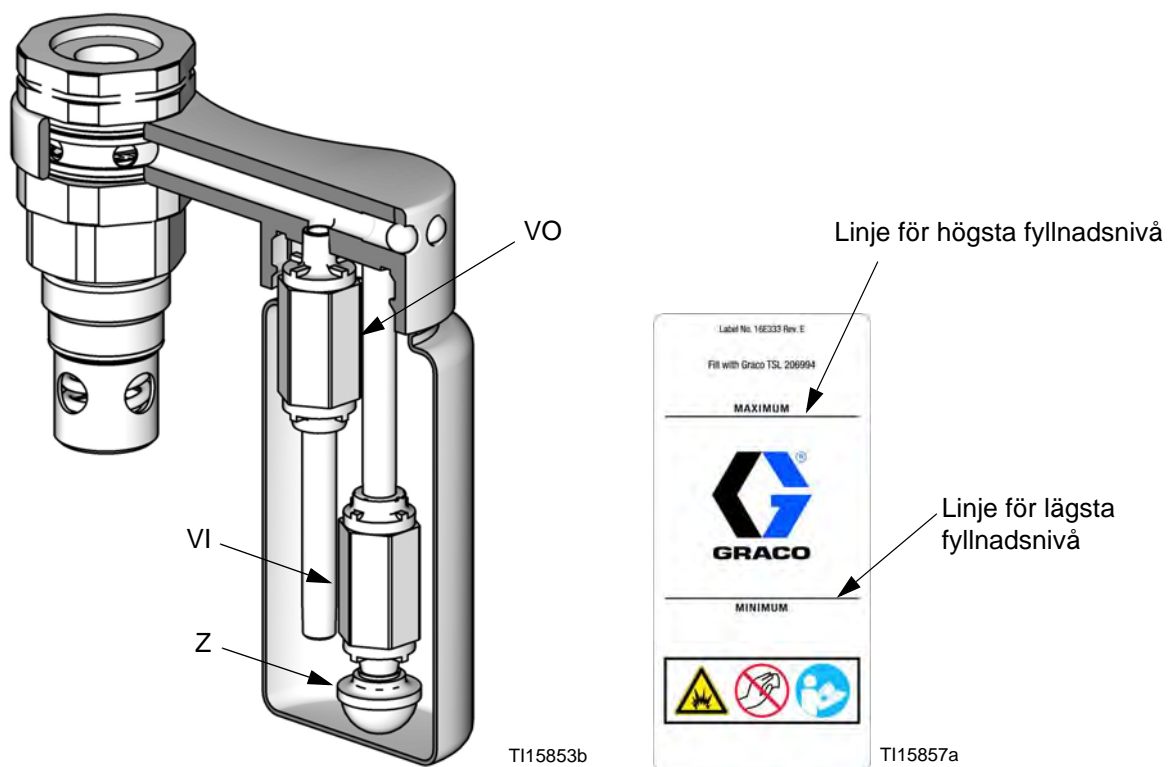

FIG. 3. Snitt av TSL-behållare och påfyllningsledningar
1. Fyll TSL-behållaren till linjen för högsta fyllnadsnivå med halstättningsvätska (TSL). Se FIG. 3 på sidan 12.
3. Rengör skärmen (Z) på inloppsbackventilen (VI). Om backventilerna inte sluter tätt och smutsig TSL kommer in i våtkoppen ska backventilerna (VI, VO) bytas ut. Se FIG. 3.